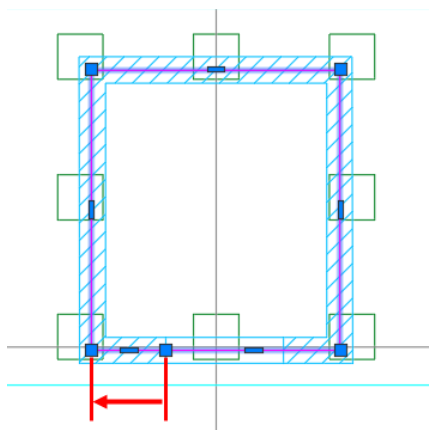

Рис. 14.7. Перенесення точки полілінії
- натисніть точку на початку дверного прорізу та перенесіть її в кут стіни (рис. 14.7).